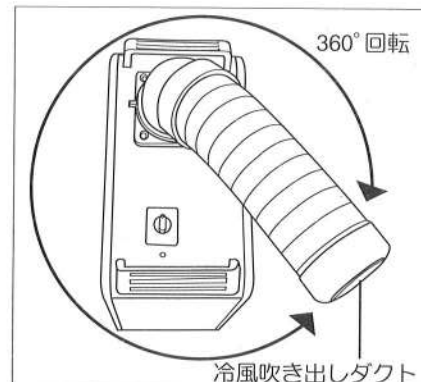
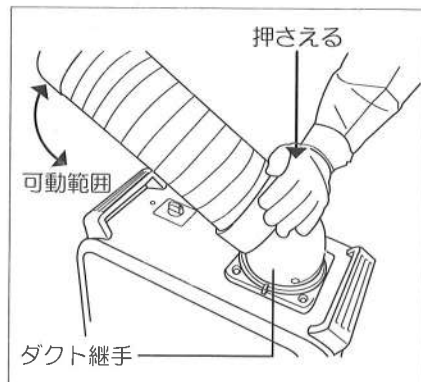

図4
図5
- ①冷風吹き出しダクトを左に回し、止まった所で引き抜いて外します。
- ②ダクト継手のつまみ部両側を持ち、外すの矢印側に回してダクト継手を外してください。
- ①水平にダクト継手を回転させ、風向を360度で任意の位置に合わせます。(図4参照)
- ②必ず、ダクト継手を冷風吹き出し口に固定してから回転させてください。
- ③ダクト継手を手で押さえ、冷風吹き出しダクトを静かに可動範囲内で任意の上下位置に合わせます。(図5参照)
- ④無理な折り曲げをしないでください。吹き出しダクト・ダクト継手の破損の原因になります。
- ⑤冷風吹き出しダクトの中に物を落としたり、棒などを差し込んだりしないでください。破損・故障の原因になります。